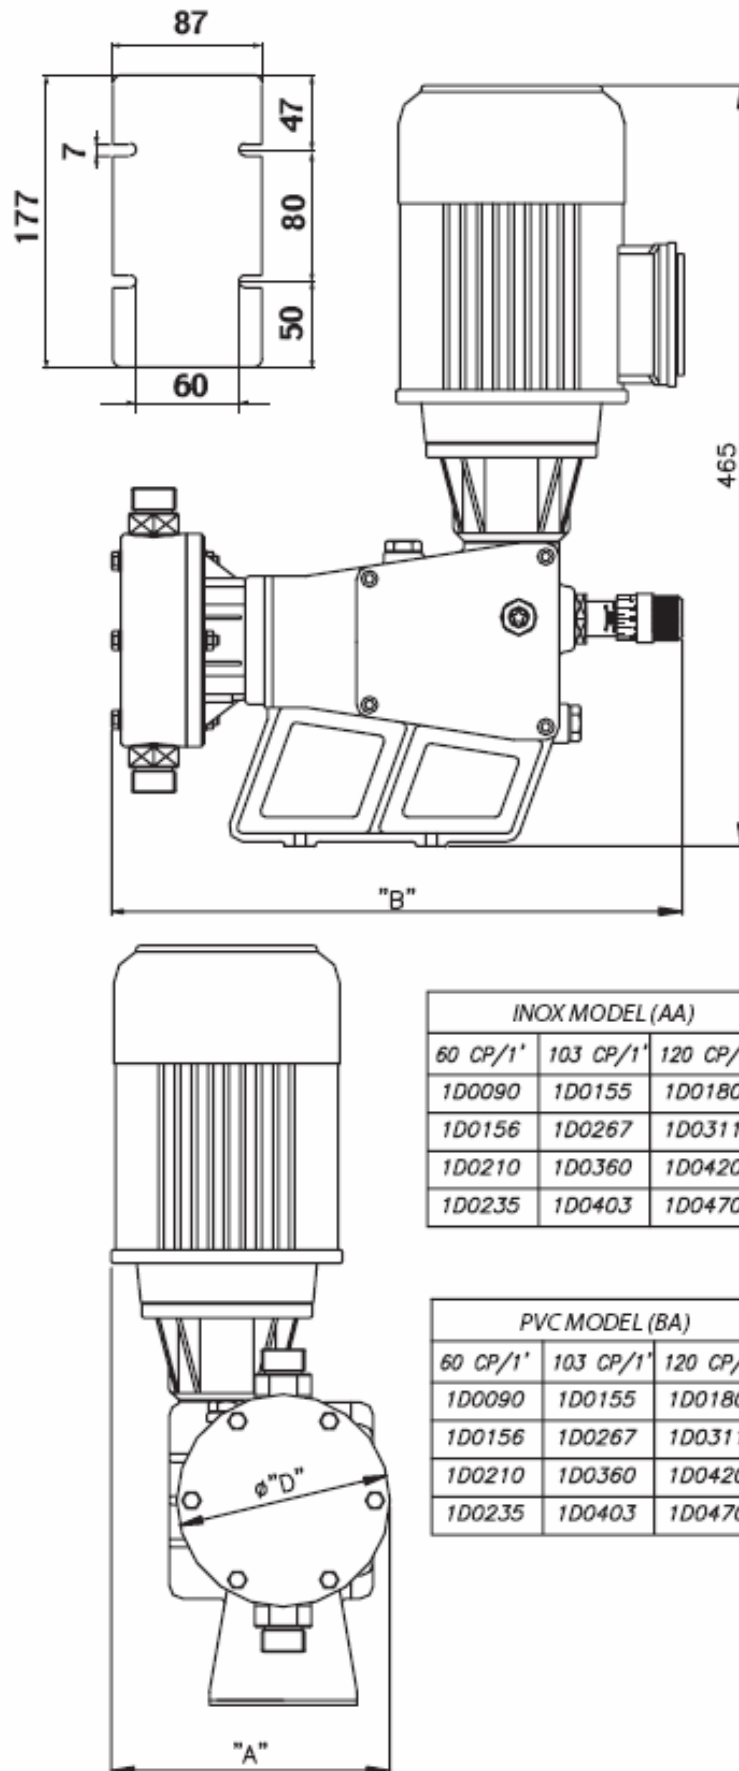

Рис. 2 Размеры, мм.
На Рис. 2, 3, 4, 5 показаны размеры различных моделей насосов, изготовленных из н/ст AISI 316 или ПВХ.
- Зафиксируйте насос болтами, как показано на рис. 2, 3, 4, 5, расположенными на основании насоса. **Внимание:** во время установки не оказывайте воздействия на вал насоса.